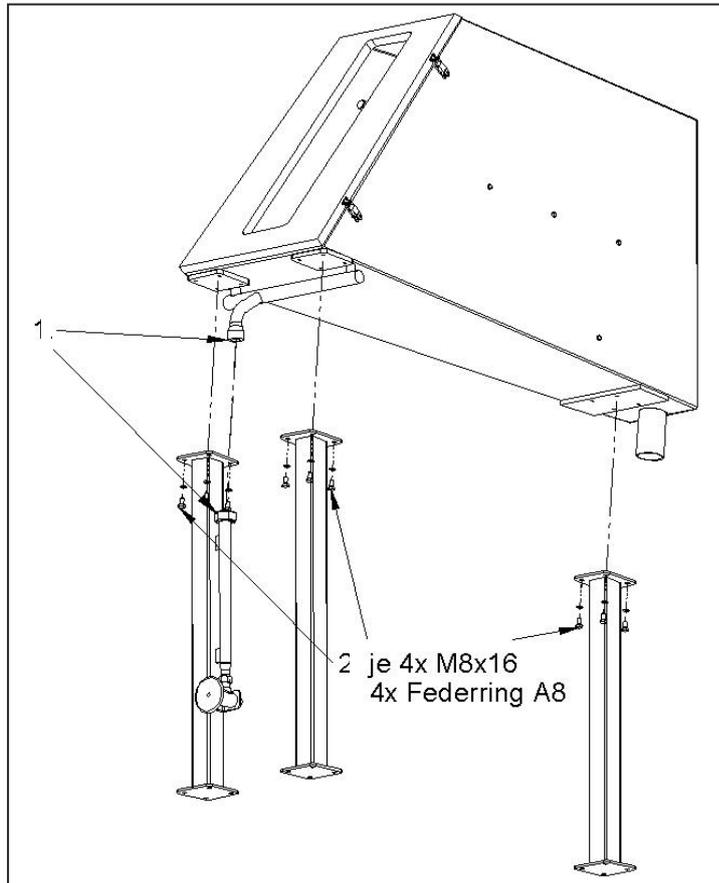

Fig. 5-3
1. Serrer fermement la conduite d'eau (1) (Fig. 5-3).
2. Visser les trois pieds sur la partie supérieure de la machine à l'aide des vis fournies (2) (Fig. 5-3).